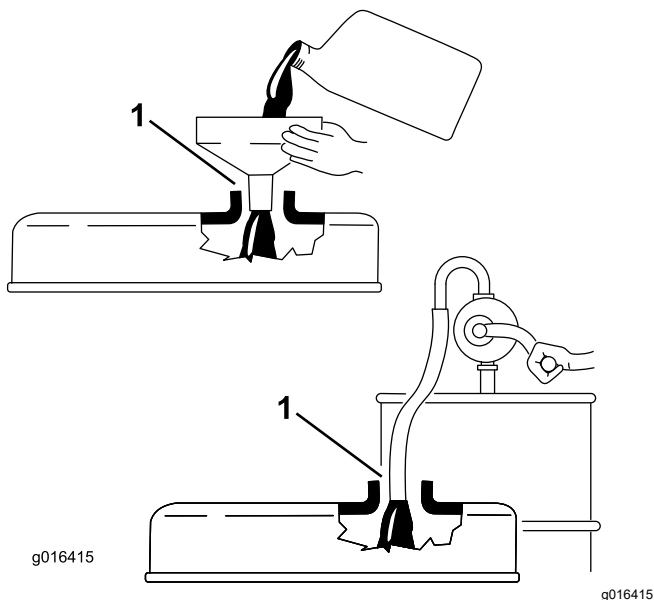

Figura 31
**Important:** Scoateți joa în timp ce adăugați ulei de motor. Când adăugați ulei de motor *trebuie să existe un spațiu liber* între dispozitivul de umplere cu ulei și orificiul de umplere de pe capacul valvei, așa cum se arată în Figura 31. Acest spațiu liber este necesar pentru a permite aerisirea în timpul umplerii, ceea ce împiedică scurgerea uleiului în tubul de aerisire.